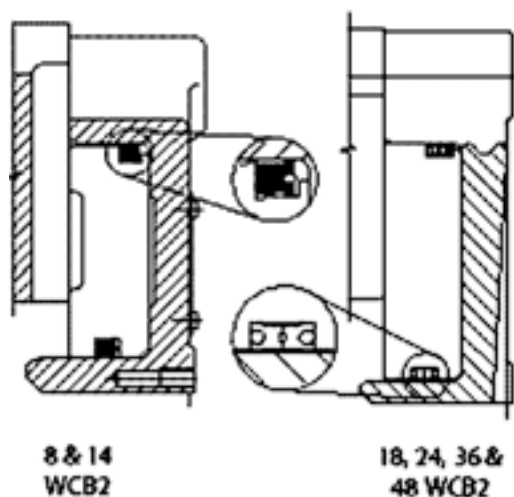

Рис. 19
- 4.7.10 В канавки в поршне вставляют новые уплотнения, отмечая ориентацию кромки уплотнений. См. рис. 19.
Примечание : Возможно, что в некоторых сборках была установлена цельная двусторонняя кромка уплотнения. Этот тип уплотнения сейчас заменили на ДВА уплотнения, которые устанавливаются «спина-к-спине» как показано на рис. 19.
- 4.9.11 В канавки в поршне вставляют новые уплотнения, отмечая ориентацию кромки уплотнений. См. **рис. 19**.